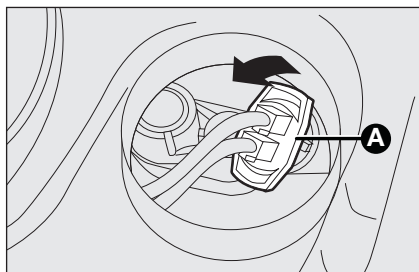

fig. 18
- ☐ gire el soporte de la bombilla en el sentido de las agujas del reloj **A-fig. 18** y quítelo;